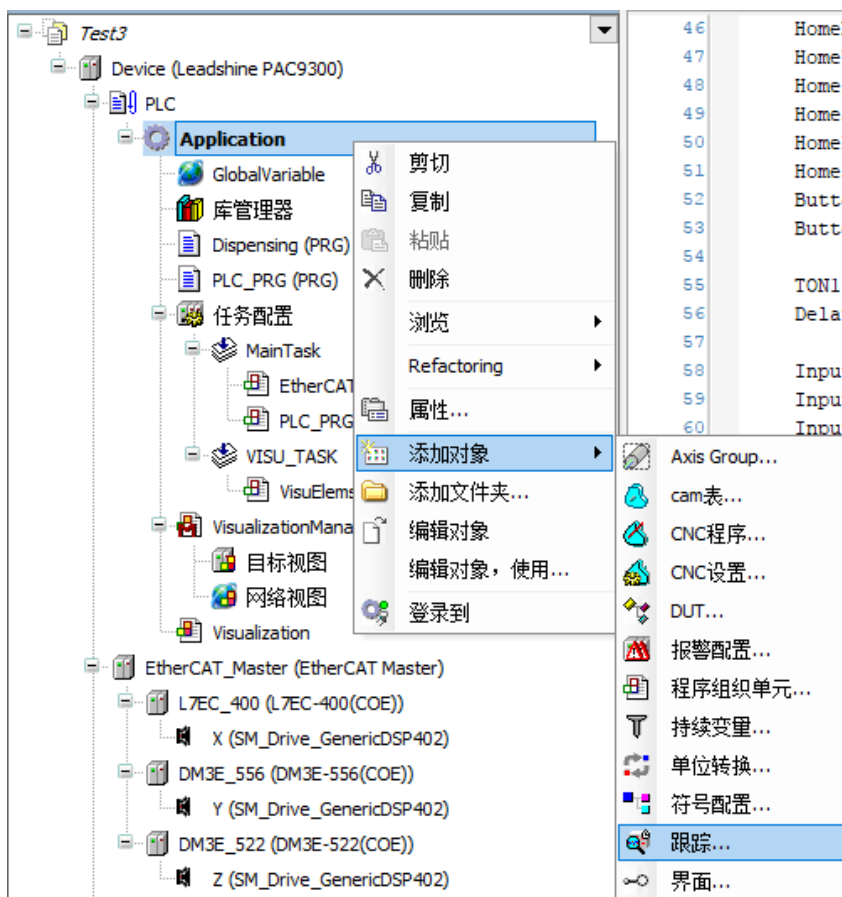

图 5.51 添加跟踪曲线
- 鼠标右键点击项目树中的“Application”，选择“跟踪”，如图 5.51 所示。